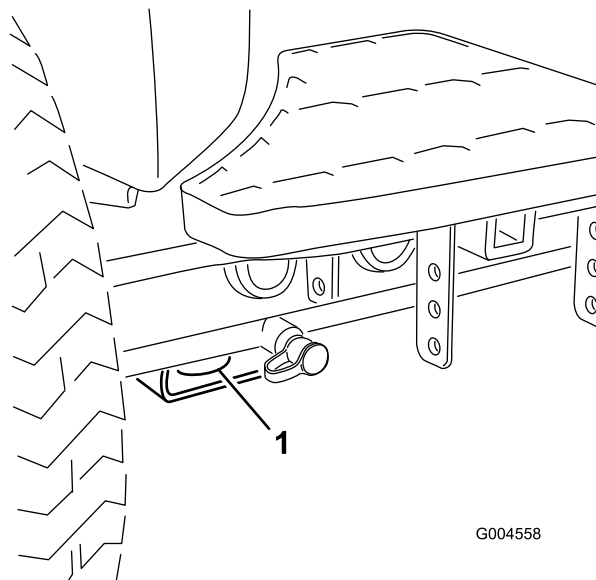
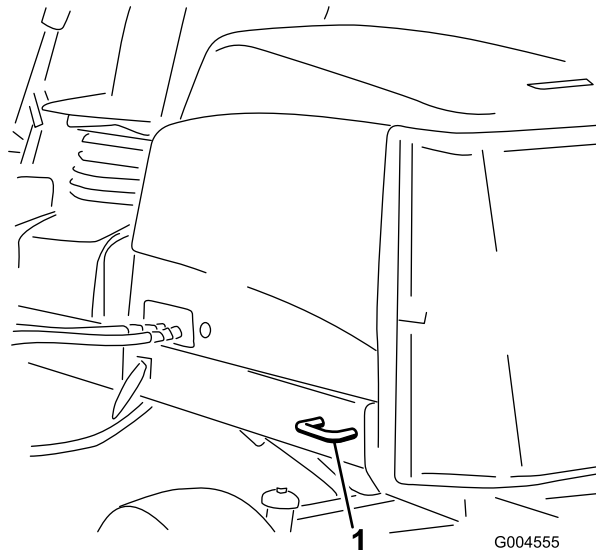

図 37
図 38
- 機体についているロープ掛けポイントを使い、チェーンやロープ、ワイヤなど適切なものでしっかりと機体をトレーラに固定する 図 37 と 図 38。
- 前各前輪の内側、アクスルチューブの下にある四角いパッド 図 37
- 後車両の左右側それぞれの後フレーム 図 38